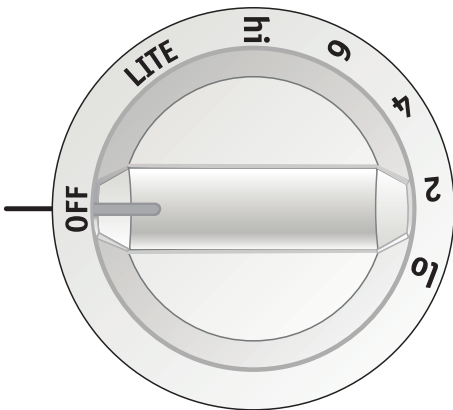

Figure 1
2. Appuyez sur le bouton de commande et tournez-le dans le sens anti-horaire, hors de la position ARRÊT (OFF) (Figure 1).